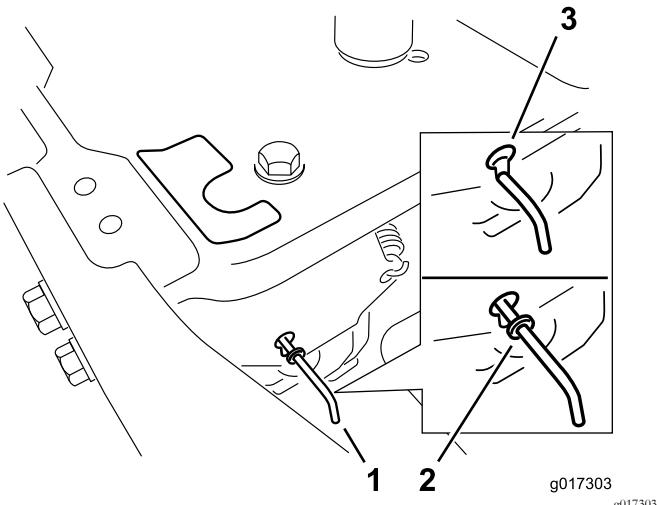

Figura 33
4. Mova as alavancas de derivação para frente através do orifício da chave e para baixo para as bloquear no lugar (Figura 33).
Mova as alavancas de derivação para trás através do orifício da chave e para baixo para as bloquear no lugar, como se mostra na Figura 33.